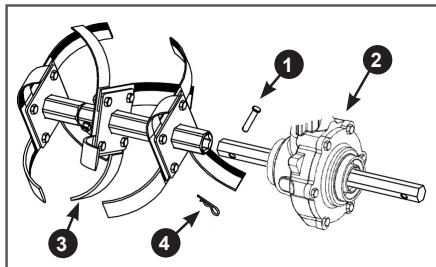

Рис. 18. Установка правой фрезы на вал редуктора
7. Установите фрезу 3 в сборе на выходной вал редуктора 2, совместите отверстия в валу и оси фрезы и вставьте палец 1. Зафиксируйте палец шплинтом 4 (Рис. 18).